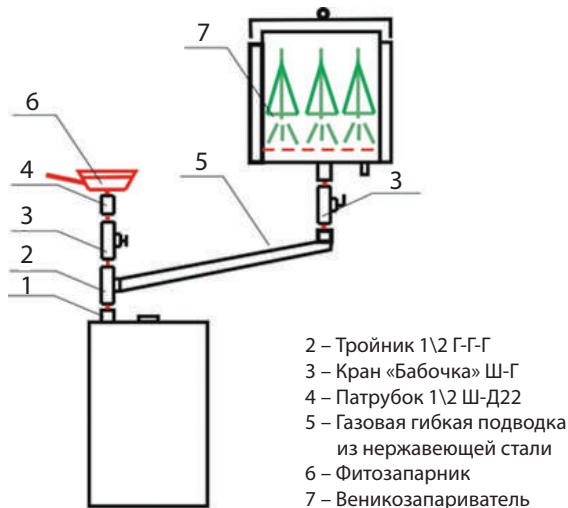

Рис. 5 Схема отбора насыщенного пара от парогенератора
2.2.6 В качестве опции к Устройству возможно подключение Фитозапарника и (или) Венικοзапарника в соответствии со схемой подключения рис. 5. К штуцеру отбора пара (поз. 1 рис. 5) через кран (поз. 3, рис. 5) подключается Фитозапарник (поз. 6 рис. 5), или, посредством гофрированной трубы из нержавеющей стали (поз. 5 рис. 5), Веникозапарник (поз. 7 рис. 5). При одновременном использовании Фитозапарника и Веникозапарника используется тройник (поз. 2 рис. 5)
- В Устройстве режим автоматического поддержания температуры в парильном помещении дополнен режимом парогенерации. Для включения ЭГПП следует нажать клавишу на левой боковой стороне ПУ (поз. 1, рис. 6), при этом на ПУ должен светиться индикатор красного цвета (поз. 2, рис. 5). Примерно через 30 мин. начнется генерация паровоздушной смеси.